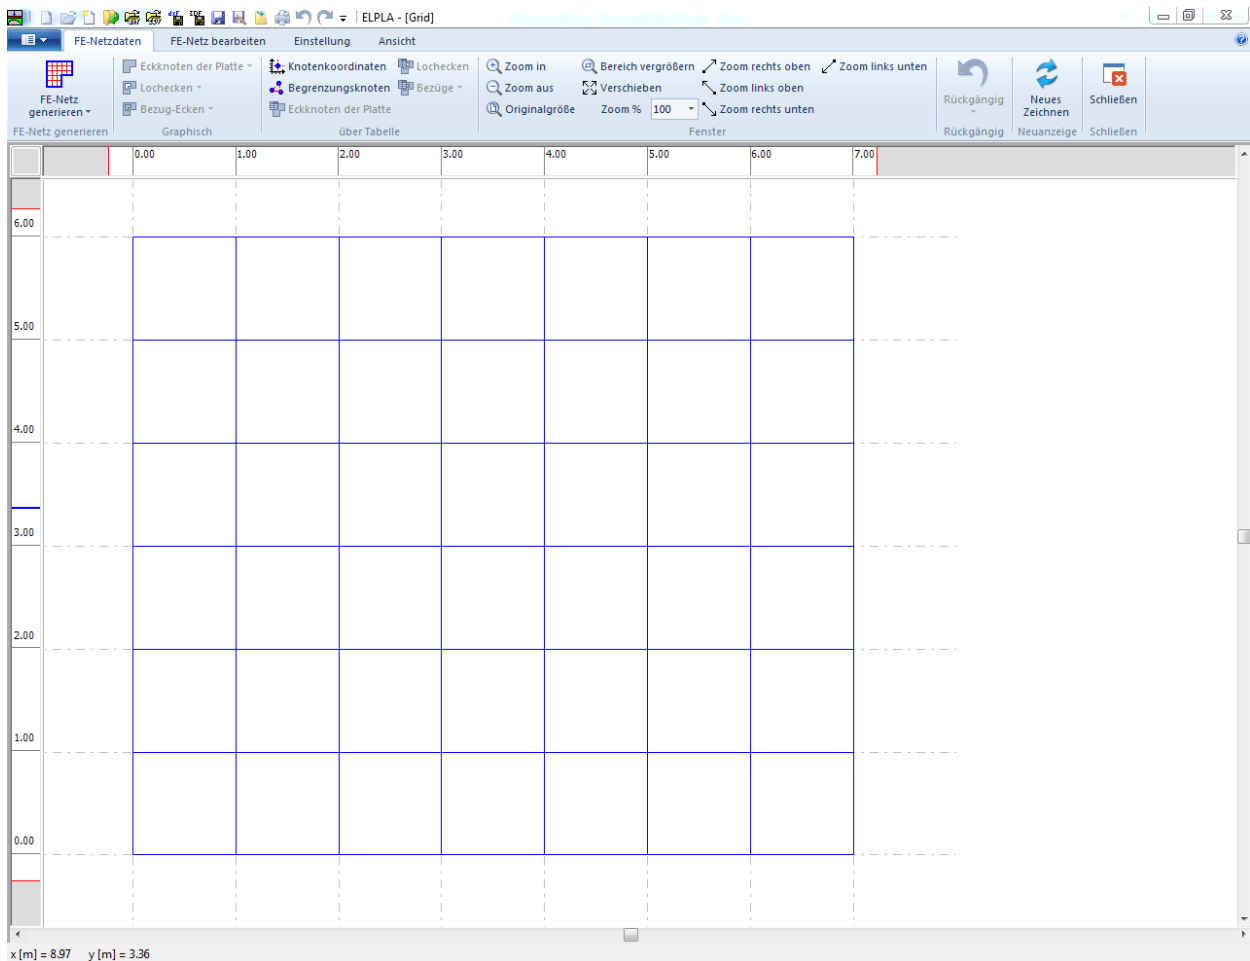

Bild 4.10 Imaginäres Netz einer rechteckigen Fläche auf dem Bildschirm
ELPLA generiert ein imaginäres FE-Netz für eine rechteckige Fläche von $L = 7$ [m] Länge und der Breite $B = 6$ [m] mit viereckigen Elementen von 1.0 [m] Seitenlänge. Im Bild 4.10 erscheint dann das generierte imaginäre Netz.
- Wählen Sie "Speichern" aus dem "Datei"-Menü (Bild 4.10), um die FE-Netzdaten zu speichern
- Wählen Sie "Schließen" aus dem "Datei"-Menü (Bild 4.10), um das Fenster "FE-Netzdaten" zu schließen und zum Hauptfenster des Programms *ELPLA* zurückzukehren